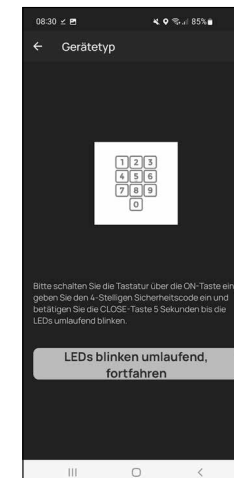

Fig. 6
- O teclado está agora no modo de programação. Por favor, efetue novamente os próximos passos seguintes no smartphone (Fig. 6).